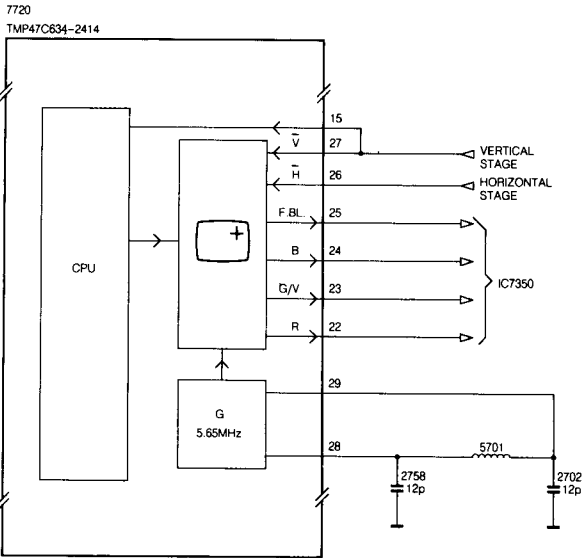

Bild 2.15
2.7.2 Der Generator (Bild 2.15)
Der Zeichen-ROM des OSD-Generators enthält 46 Zeichen (siehe Bild 2.15).